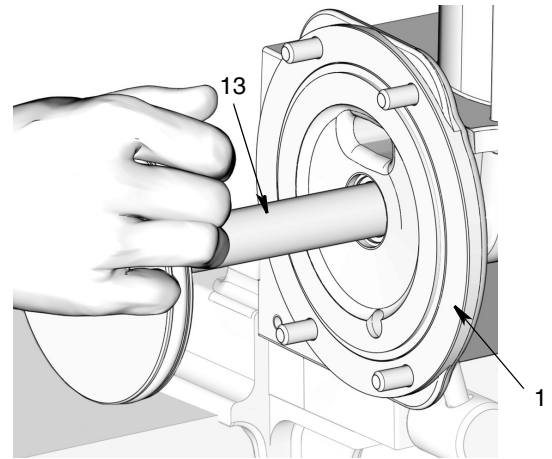

FIG. 53
- f. Applicare un sottile strato di grasso attorno e lungo l'asta del pistone (13), per l'intera lunghezza. Premere delicatamente l'asta del pistone nella base della pompa (1) con un movimento di spinta e torsione per inserire l'asta attraverso le tenute e i distanziali precedentemente montati (FIG. 53).